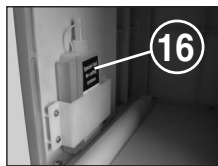

Abb. 6
- Auffangbehälter (14) herausziehen, Ölbehälter (16) (Abb. 6) aus der Halterung im Unterschrank nehmen und Behälter wieder einschieben.
- Etwas Öl auf einem Blatt Papier verteilen und dieses dann durch den Papierzuführschacht (12) dem Schneidwerk zuführen.